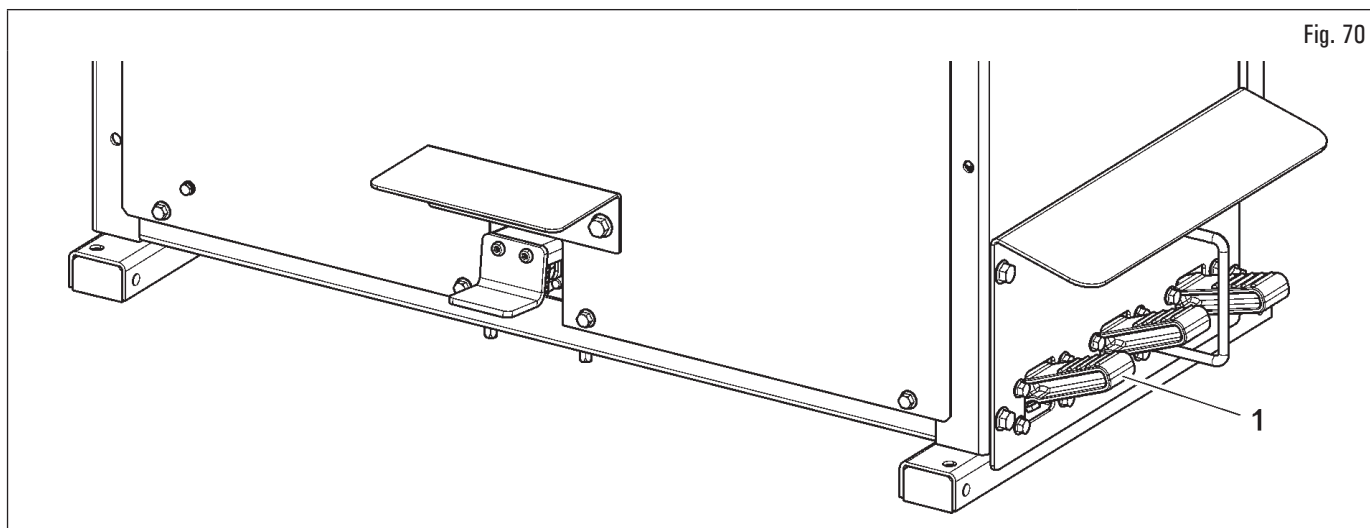

Fig. 70
4. positionner le bras opérant en position de travail en agissant sur la pédale (Fig. 70 réf. 1) ;